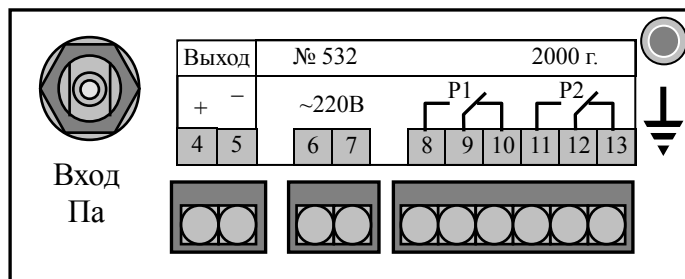

Рисунок 2 - Внешний вид задней панели
5.1.6 На задней панели (смотри Рисунок 2) расположены разъёмы для подключения входных и выходных сигналов и напряжения питания, винт для заземления корпуса прибора, входной штуцер.